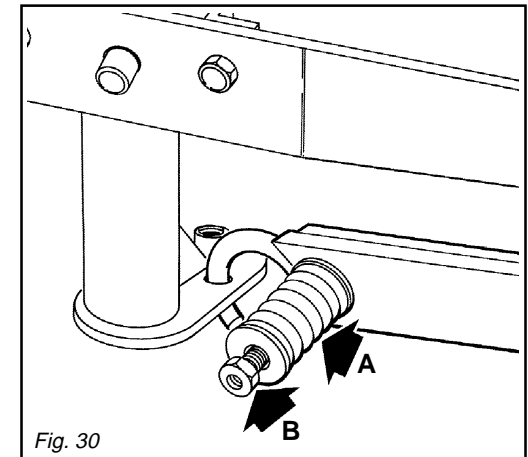

Fig. 30
- La falciatrice è dotata di un dispositivo di sicurezza contro gli ostacoli. Quando, causa urto, si sgancia, arrestarsi senza sollevare la sbarra. Spegnerne il trattore e mantenerlo ben fermo. Controllare che l'albero cardanico non si sia sfilato, altrimenti ricomporlo. Fare retromarcia finché il tirante di sicurezza si riaggancia. Se il tirante di sicurezza si dovesse sganciare con troppa facilità, regolare la molla (A, Fig. 30) tramite il dado (B, Fig. 30) stringendolo di mezzo giro per volta.
- The mower is fitted with a safety device for protection against obstacles. If this device is tripped by impact with an obstacle, stop the tractor without raising the cutting arm. Check that the universal joint has not become separated, if so, reassemble it. If the tie rod releases easily, adjust spring (A, Fig. 30) using nut (B, Fig. 30) which should be tightened half turn at a time.
- Die Sicherheitsstange (B, Abb. 25) aus dem Balken entfernen und im eigenen Sitz einstecken. Die Mähmaschine ist mit einer Sicherheitsvorrichtung gegen Hindernisse ausgerüstet. Falls diese durch Anstossen an ein Hindernis zurückspringen sollte, muss man anhalten, ohne die Maschine zu heben und prüfen, ob die Kardanwelle nicht herausgesprungen ist; sonst muss sie wieder zusammengesetzt werden. Dann Rückwärts fahren bis die Sicherheitsstange wieder einhakt. Falls die Sicherheitsstange zu leicht aushaken sollte, muss die Feder (A, Abb. 30) durch die Mutter (B, Abb. 30) reguliert werden, indem diese jedesmal um eine halbe Umdrehung angezogen werden.
- La faucheuse est équipée d'un dispositif de sûreté contre les obstacles. Si le tirant se décrocherait avec trop facilité, régler le ressort (A, Fig. 30) au moyen de l'écrou (B, Fig. 30) en le serrant d'un demi-tour par fois. Quand il cause heurt, il se décroche, s'arrêter sans soulever la barre. Vérifier que l'arbre à cardan ne soit pas défilé, autrement le rassembler, faire marche arrière jusqu'au moment où le tirant de sécurité se raccroche.
- La segadora está provista de un dispositivo de seguridad contra los obstáculos. Cuando después de haber chocado se desengancha, hay que pararse sin levantar la barra. Controlar que el árbol cardán no haya salido, de otro modo hay que volverlo a componer, hacer marcha atrás hasta que el tirante de seguridad se vuelva a enganchar. Si el tirante se desenganchara con demasiada facilidad, regular el muelle (A, Fig. 30) mediante la tuerca (B, Fig. 30) cerrándola de media vuelta cada vez.